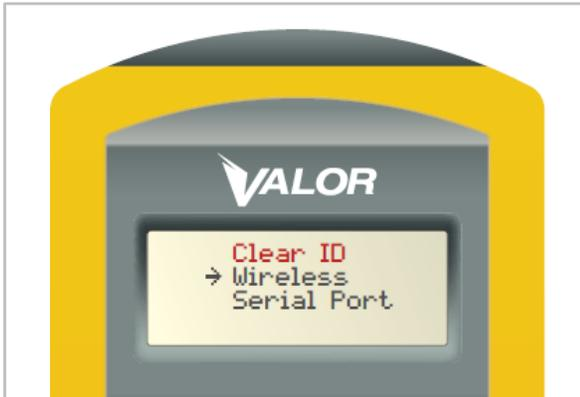

Figura 16
1. El SmarTool regresará a la pantalla “Clear ID” (Figura 16)